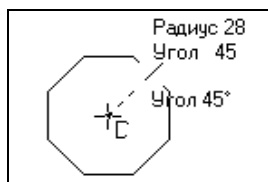

Рис. 5.2. Построение шестиугольника по вписанной окружности
- ◆ задайте положение центра (точку **С**) вписанной окружности ЛК мыши в центре формата (рис. 5.2);